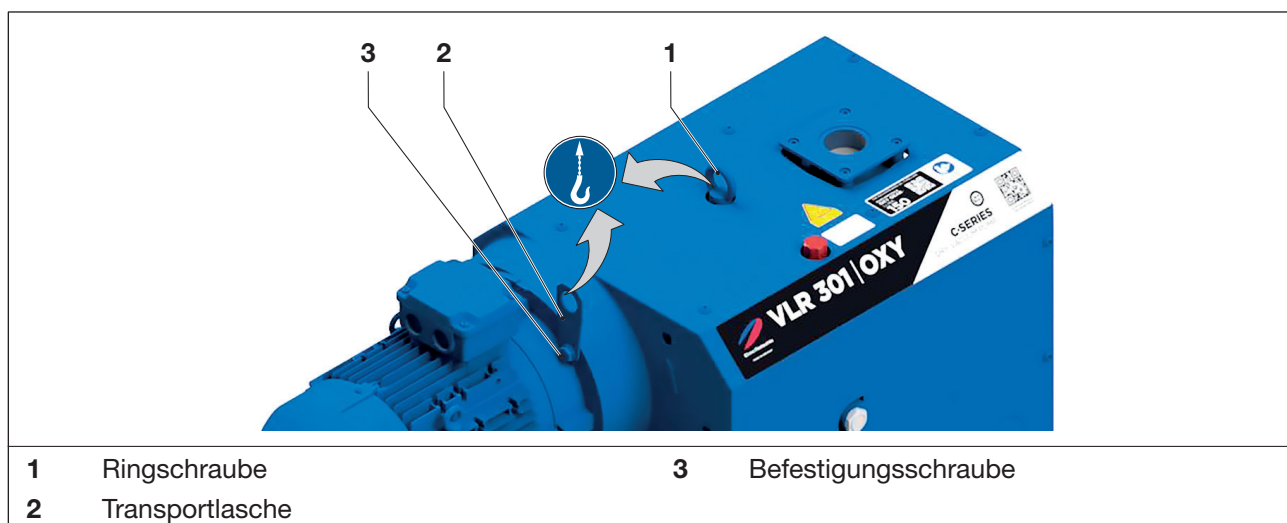

Abb. 1 Lastaufnahmemittel zum Anheben und Transportieren
- b) Die Ringschraube (Abb. 1/1) und Befestigungsschraube (Abb. 1/3) an der Transportlasche (Abb. 1/2) fest anziehen.